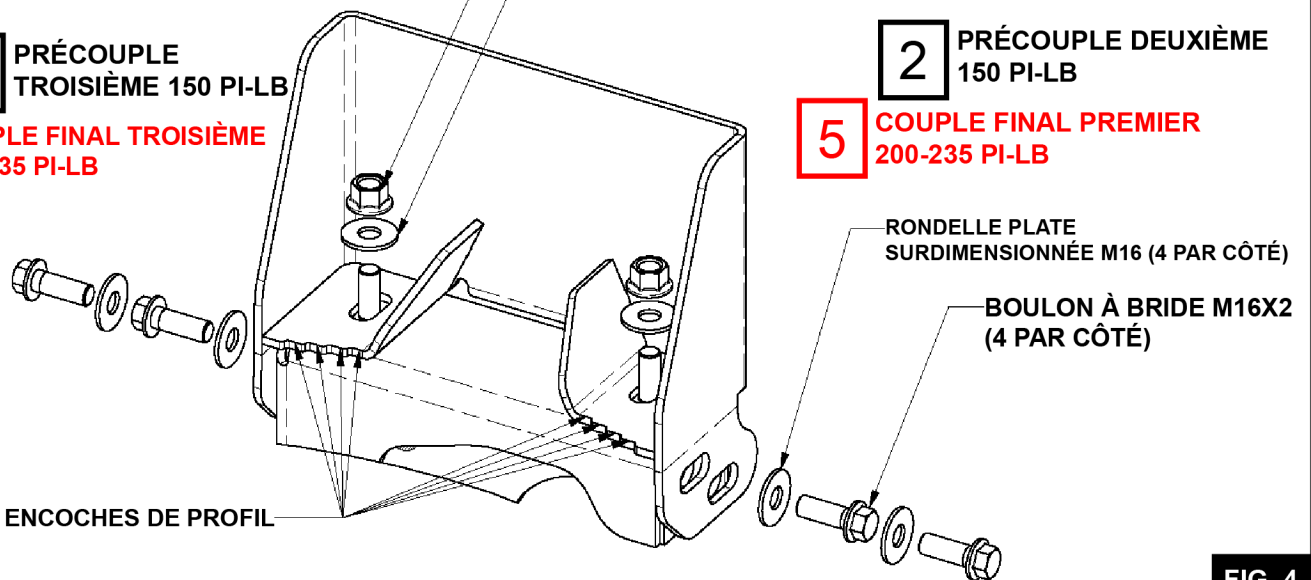

FIG. 4
9.6 Assembler la suspension sur les supports du cadre avant à l'aide du matériel de montage fourni (voir **figure 4** pour plus de détails sur la fixation).
NOTE : Centrez la suspension sur le camion en utilisant les encoches de profil du cintre comme indicateur visuel (voir **figure 4**).
COUPLE Attaches M16, comme le montre la **figure 4**.